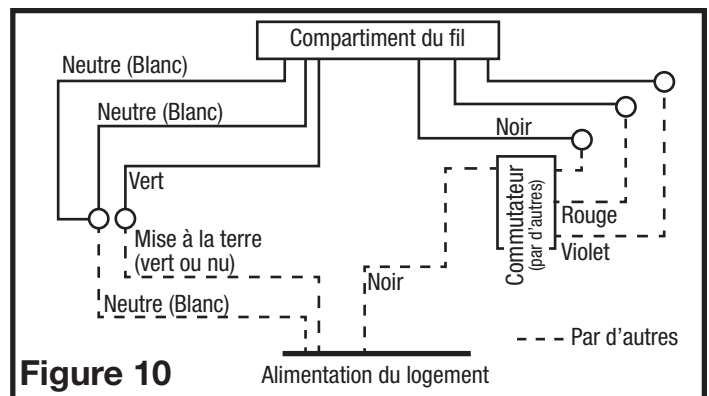

Figure 10
4. Fixez les fils électriques au logement avec une prise électrique approuvée. Connectez les fils blanc du ventilateur au fil blanc (neutre) de la source d'alimentation. Connectez le fil de terre de la maison au fil vert du boîtier du ventilateur. En utilisant un commutateur à trois fonctions correctement mis à la terre (non inclus), connectez le fil noir de l'alimentation au commutateur. Connectez le fil noir (ventilateur) à partir du boîtier du ventilateur à l'une des bornes sur le commutateur. Connectez le fil rouge (lumière) du boîtier du ventilateur à un terminal séparé sur le commutateur. Connectez le fil violet (lumière de nuit) du boîtier de ventilateur à un terminal séparé sur le commutateur (Figure 10). Utilisez des méthodes approuvées pour toutes les connexions.